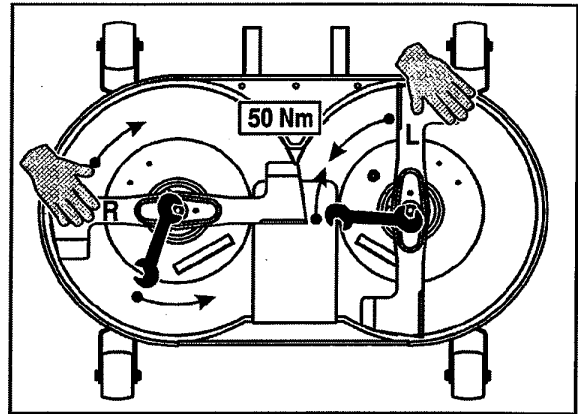

Fig. 32
Pour l'installation des goupilles de sécurité voir Fig. 32.
2. Lors du remplacement des lames, s'assurer de remonter les pièces dans le bon ordre, et de leur serrage, sous peine d'apparition de vibrations importantes (Voir fig. 32). Les déflecteurs doivent être sur la face supérieure. Sinon, les lames ne couperont pas.
### GOUPILLES DE SECURITE (Fig. 32)